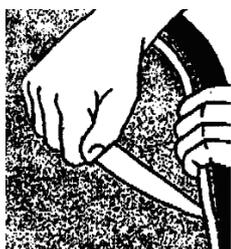

Рис. 1
1. Соблюдая меры безопасности удалить с наружной стороны уплотняющий слой полиуретана. С внутренней стороны удалить декоративные накладки. С наружной стороны стекла зафиксировать присоски на равном расстоянии от края стекла. Шилом проколоть клеевой слой для продевания режущей струны. При удалении заднего стекла следует надеть защитные очки и перчатки во избежание возможного повреждения осколками стекла глаз и рук (рис. 1).